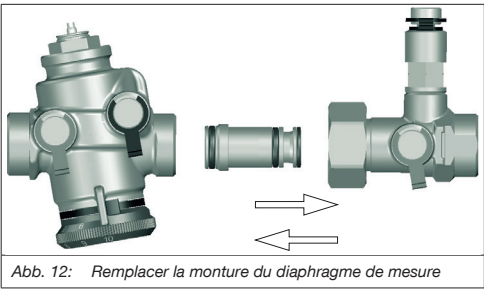

Abb. 12: Remplacer la monture du diaphragme de mesure
- Retirer la monture du diaphragme de mesure le cas échéant (voir Abb. 12).
- Installer la monture du diaphragme de mesure neuve (voir Abb. 12).